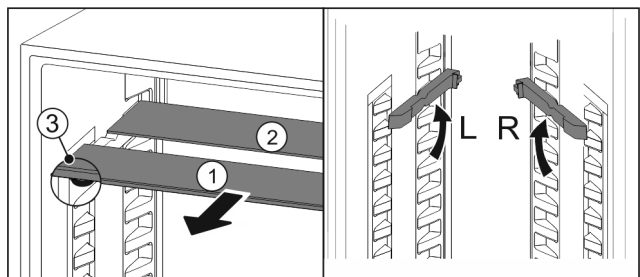

Fig. 149
- ▶ Sortir les tablettes par l'avant *Fig. 149 (1)*.
- ▶ La tablette en verre *Fig. 149 (1)* avec bordure décorative est située à l'avant.
- ▶ Les butées *Fig. 149 (3)* sont orientées vers le bas.